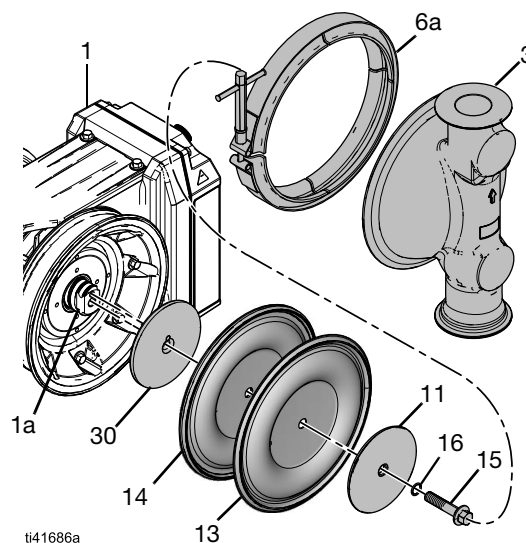
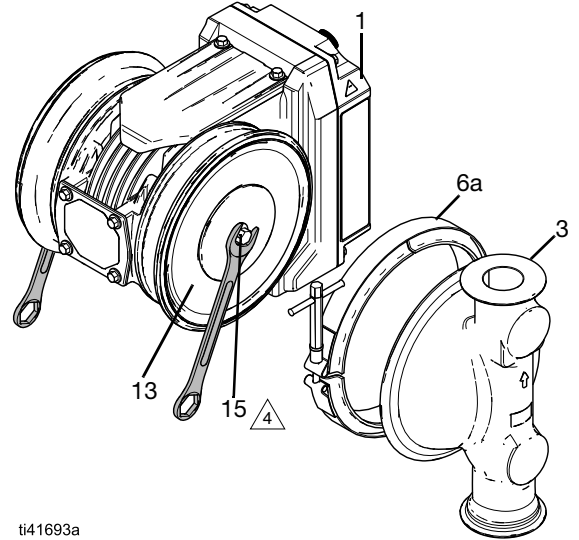

图 16：标准隔膜
图 18：拧紧标准隔膜
参见图 16-图 18。
- a. 使用对应扳手将轴 (1a) 的平面牢固地固定住。同时，使用一个适用的扳手来松开剩余的隔膜紧固件 (15)。参见图 18。
- b. 在接触到轴 (1a) 的平面后，使用一个适用的扳手将轴 (1a) 的平面牢牢固定。同时，使用一个适用的扳手来松开剩余的隔膜紧固件 (15)。参见图 18。
7. 从轴 (1a) 上卸下剩余的紧固件 (15)、密封件 (16，如适用)、流体板 (11)、隔膜 (13) 和隔膜支撑件 (14) 以及空气侧板 (30)。
2. 将组装的隔膜组件安装到轴 (1a) 中，然后手动拧紧紧固件 (15)。
3. 使用适用的扳手牢固固定一个紧固件 (15)。同时，使用适用的扳手将相反的紧固件 (15) 至 50 ft-lb (68 N•m) 扭矩。参见图 18。